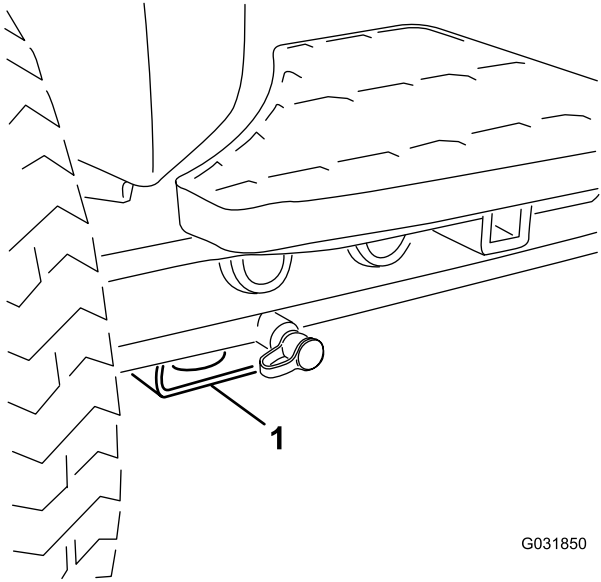

図 59
- 機体の前側各前輪の内側のアクスルチューブの下にある四角いパッド 図 59。